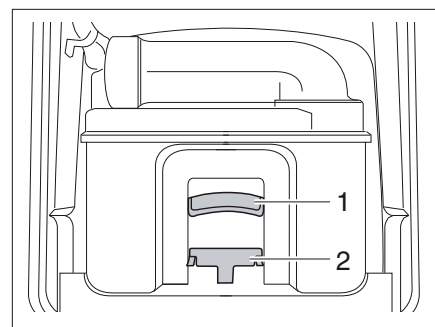

Fig. 154 Cassette Thetford
- Tirer l'étrier de fixation (Fig. 154,2) vers l'avant afin de déverrouiller la toilette à cassette et extraire la cassette par la poignée (Fig. 154,1).